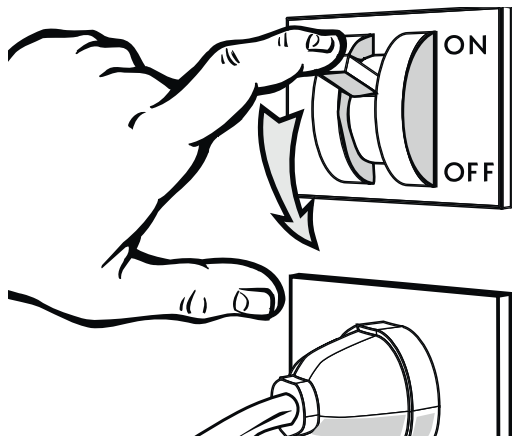

Fig. 34
- Couper la tension électrique au meuble réfrigéré en intervenant sur l'interrupteur-sectionneur général mural ("Fig. 34").